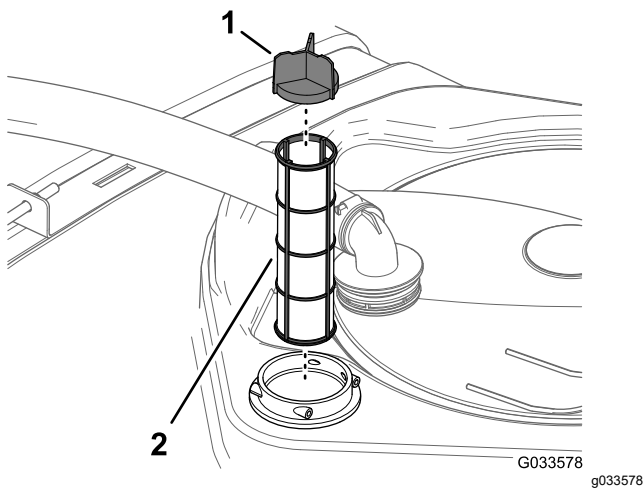

Figure 54
4. Sortez le filtre d'aspiration existant de son logement dans le réservoir (Figure 54).